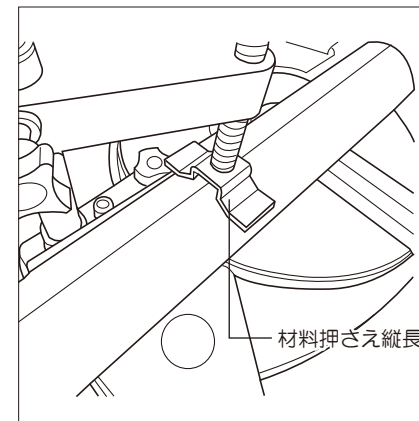

図29
①切断材の直径が太い・幅が広い材料の押さえに使用します。
②○形切断材の直径が 40 mm、口形切断材幅が 45 mm 以上の場合、材料押さえを縦長にして材料を押さえるようにしてください(図 29 参照)